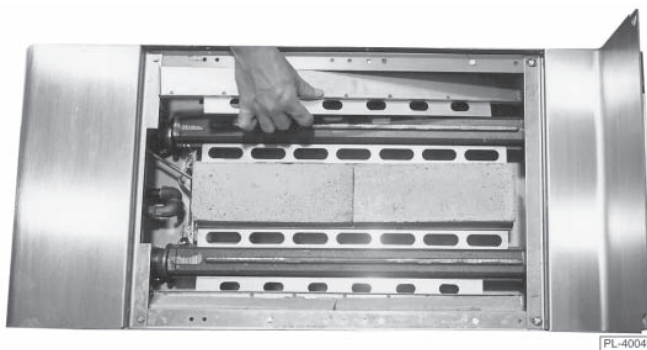

Fig. 14
2. Supports étroits (2) – Déposer de chaque côté, la surface uniforme vers le bas et les trous ovales vers l'extérieur (Fig. 14).
4. Briques larges (2) – Les installer au centre comme l'illustrent les figures 14 et 15.